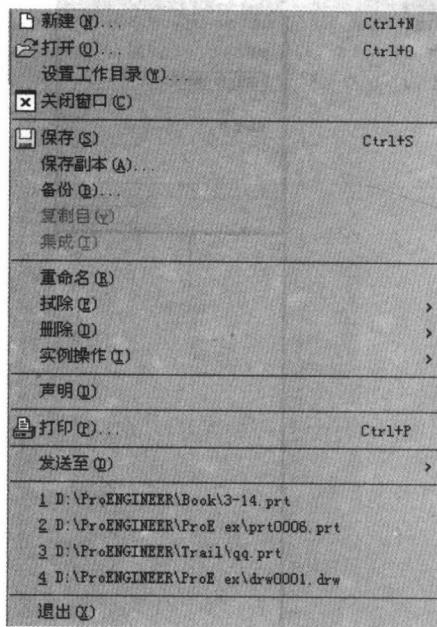

图 1-2 【文件】菜单
- (1) 文件：包括处理文件的各项命令，如图 1-2 所示。